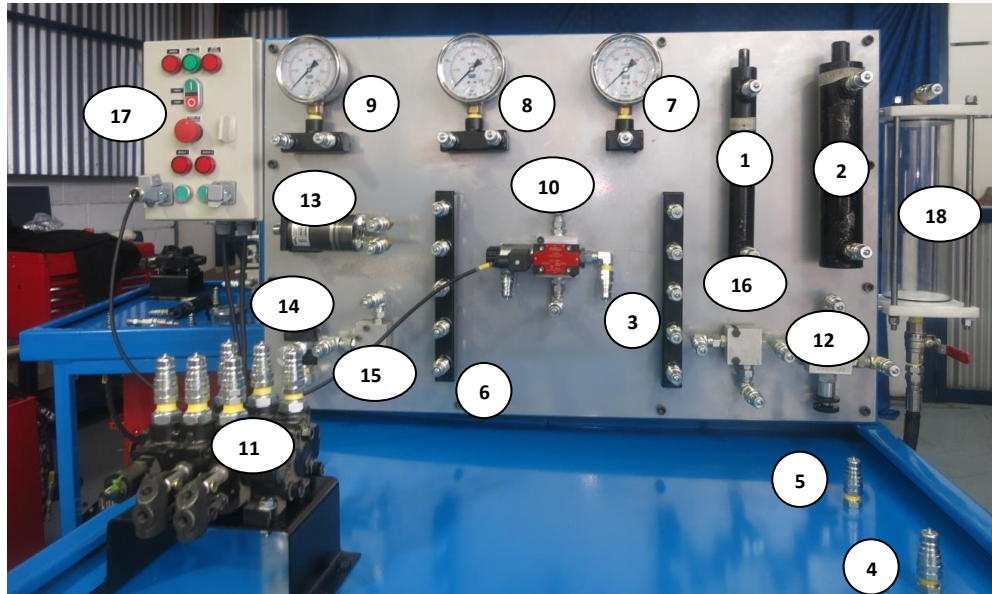

FIGURA 1
A.- Control de un cilindro actuador de doble efecto de 25mm, con una válvula de control direccional 4/2. (VER FIGURA 1).
a) Complete el siguiente diagrama ubicando las líneas hidráulicas de manera que la válvula 4/2 (10) , controle al cilindro actuador de 25mm (1).
1. Conectar una manguera desde el acople rápido (4) al Múltiple de presión (6) .
2. Conectar una manguera desde el múltiple (6) al Manómetro (7) .